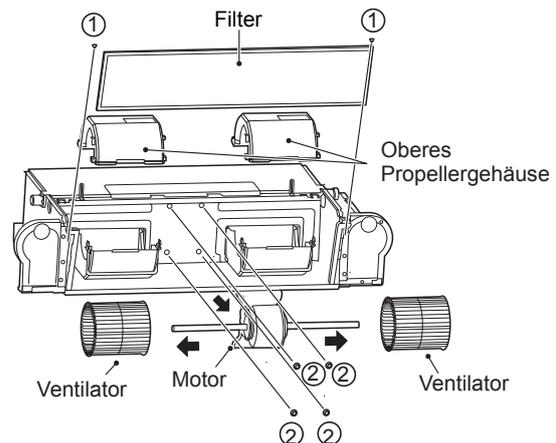

Abb. 4-5 Demontage der Luftfilter-, Deckel- und Motorschrauben
c) Entfernen Sie, wie in Abbildung 4-5 gezeigt, die Schrauben ①*2 um den Filter zu entfernen. Entfernen Sie dann die obere Abdeckung.